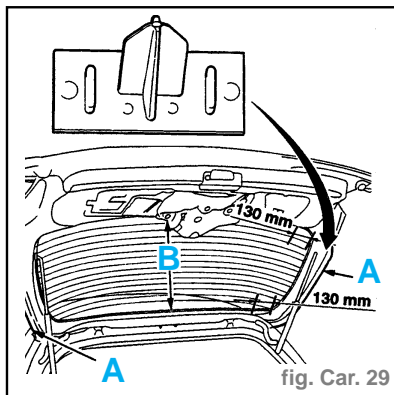

fig. Car. 29
- équiper le couteau électrique de la lame à butée fixe N° 160 pour les parties latérales (A) (fig. Car. 29).